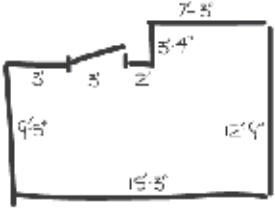

Figura 1
- Dibuje un plano de su habitación. (Figura 1)